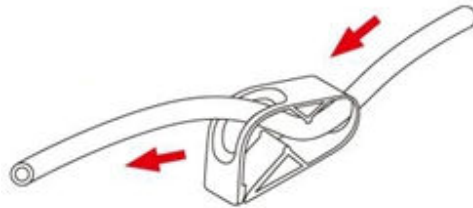

Figura 42 - Inserção do estrangulador na mangueira de silicone
Passo 6) Conecte o terminal positivo da bateria ao controlador, na posição descrita na figura 42, com o auxílio de uma chave de fenda fina.
Passo 1) Conecte o estrangulador a mangueira de silicone inserindo na mangueira conforme figura 42